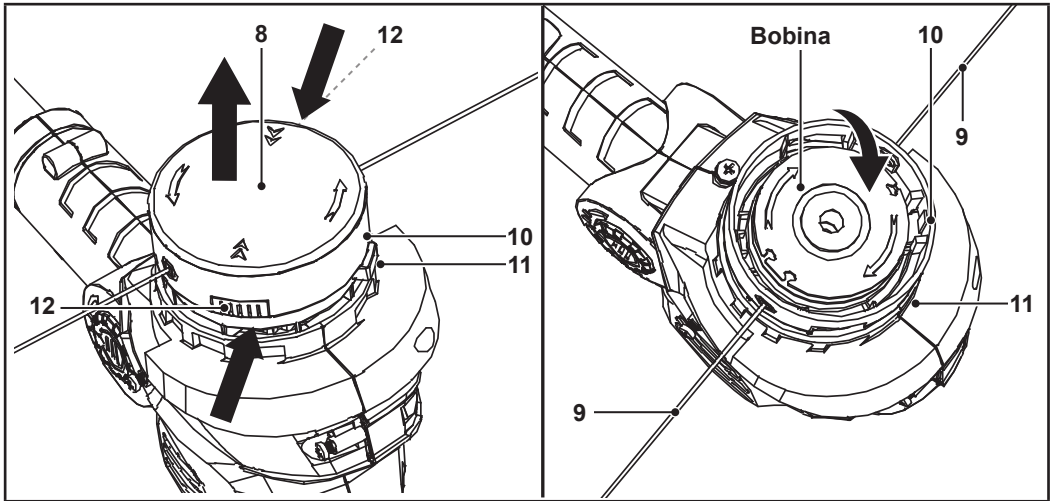

Fig. 9
**NOTA:** La bobina se debe sustituir con regularidad. Sustituya la bobina cuando ya no salga más hilo de corte (9).
1. Desenchufe el enchufe de alimentación (5).
2. Abra el alojamiento de la bobina (10): Presione simultáneamente los dos botones de liberación (12) de la tapa de la bobina (8). Puede utilizar una herramienta (por ejemplo, un destornillador) para levantar la tapa de la bobina.
3. Retire la tapa de la bobina (8) (Fig. 9).
5. Saque los extremos del hilo de corte (9) de la nueva bobina por las ranuras del alojamiento de la bobina (10). Extraiga unos 20 cm de hilo de corte fuera del alojamiento de la bobina.
6. Introduzca la nueva bobina en su alojamiento (10) (Fig. 9).
7. Vuelva a colocar la tapa de la bobina (8) en el alojamiento de la bobina (10). Asegúrese de que los botones de liberación (12) de la tapa de la bobina encajan en los huecos del alojamiento de la bobina.